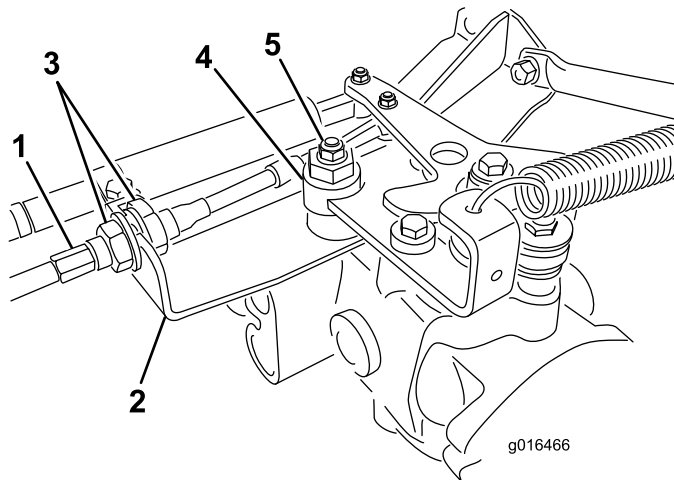

Figura 41
- A. Afloje las dos contratuercas que fijan el cable de control de tracción a la escuadra del hidrostato (Figura 41). Asegúrese de aflojar ambas contratuercas uniformemente, y lo suficiente como para permitir el ajuste.
- Nota:** Afloje la tuerca que sujeta el excéntrico a la parte superior del hidrostato (Figura 41).
- D. Cuando la rueda deje de girar, apriete la tuerca para bloquear el excéntrico y el ajuste (Figura 41).
- F. Desde cada lado de la escuadra, apriete las contratuercas uniformemente, fijando el cable de tracción a la escuadra (Figura 41). No tuerza el cable.